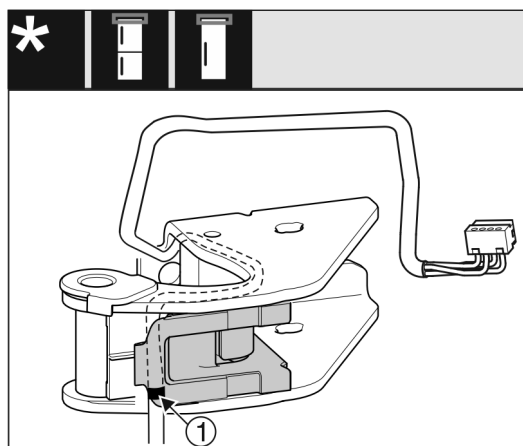

Fig. 29
- Prostřední značka Fig. 29 (1) přitom musí být na hraně držáku kabelu.